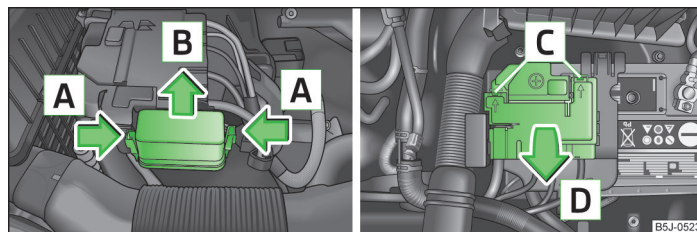

Abb. 152 Fahrzeugbatterie: Abdeckung des Sicherungskastens
- › Die Sicherungsbügel der Abdeckung des Sicherungskastens gleichzeitig in Pfeilrichtung **A** » Abb. 152 zusammendrücken und die Abdeckung in Pfeilrichtung **B** herauschieben.